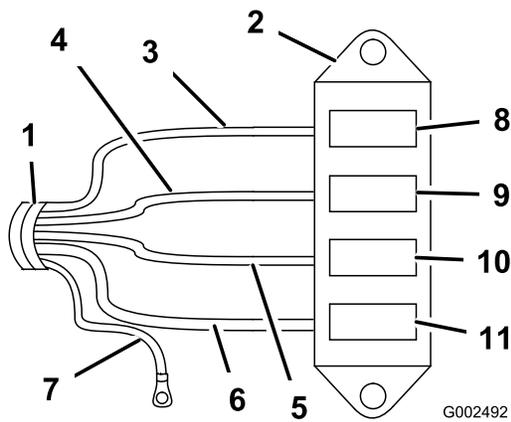

Bild 11
7. Schließen Sie den Kabelbaum am Sicherungsblock an, indem Sie die Drähte am Kabelbaum an die entsprechenden Drahtstecker hinten am Sicherungsbaum anschließen (Bild 11).